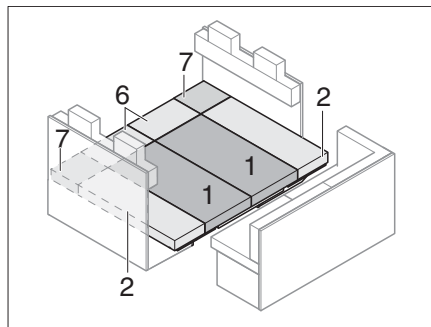

Bild 181 Nach dem Umbau
- Sitz-, Rücken- und Zusatzpolster wie in Bild 181 gezeigt auflegen.